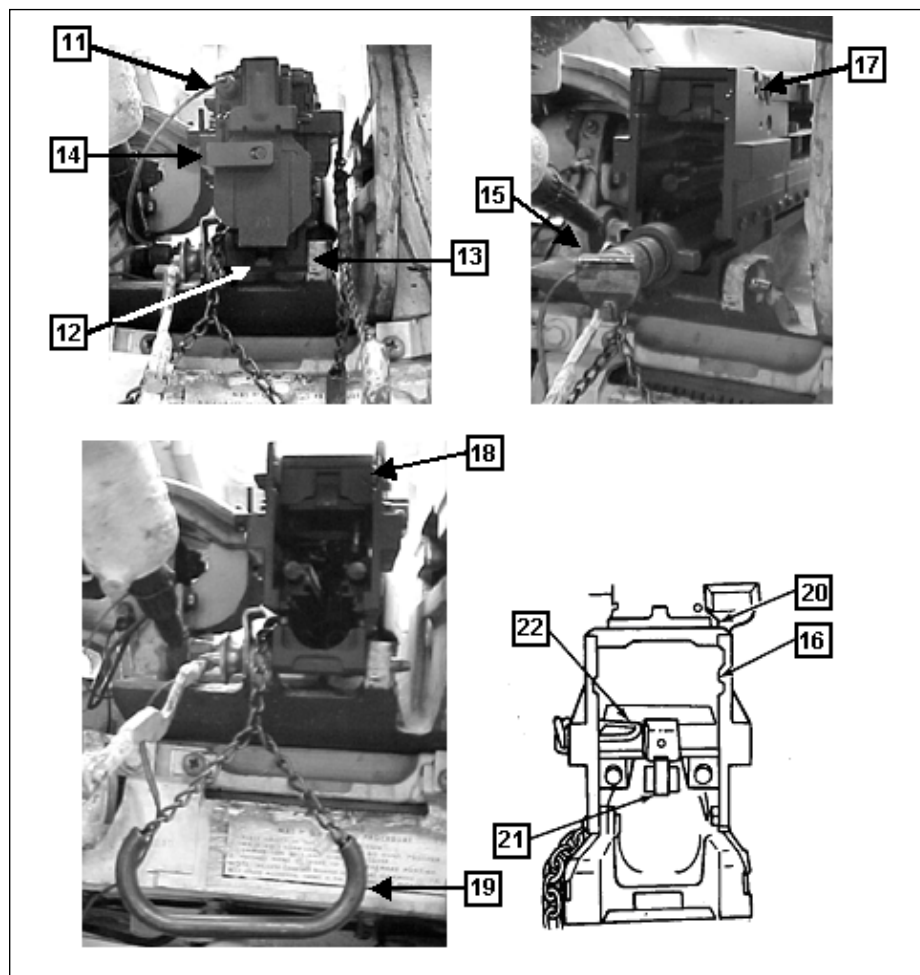

Fig 7-62. Desmontagem da Mtr .50 para permitir o alinhamento
(8) Disparar uma rajada de 20 a 24 tiros para determinar uma área de impactos.(3)(Fig 7-62)
(9) Sem alterar a pontaria do Can, mover o retículo de modo que a área esteja no meio do círculo(4) pelo giro dos botões de alinhamento em direção e elevação.
- (2) Alinhamento do cano da Mtr.(Fig 7-62)
- Desconectar o conector da cabeça do solenóide(11) da bloco de fechamento.
- Pressionar a trava(12), levantar o prendedor(13) e levantar o bloco de fechamento(14) do receptor.
- Pressionar o retém da armadilha(16) com uma chave de fenda ou outra ferramenta. Desligar o suporte do retém(17) para trás do receptor.
- Abrir o bloco de fechamento(20) e puxar para fora o conjunto do ferrolho(21) da extensão do cano e receptor, enquanto prende alavanca da armadilha(18) e ejeter para a esquerda. Colocar todos os componentes num recipiente para evitar perdas. Fechar o bloco de fechamento.